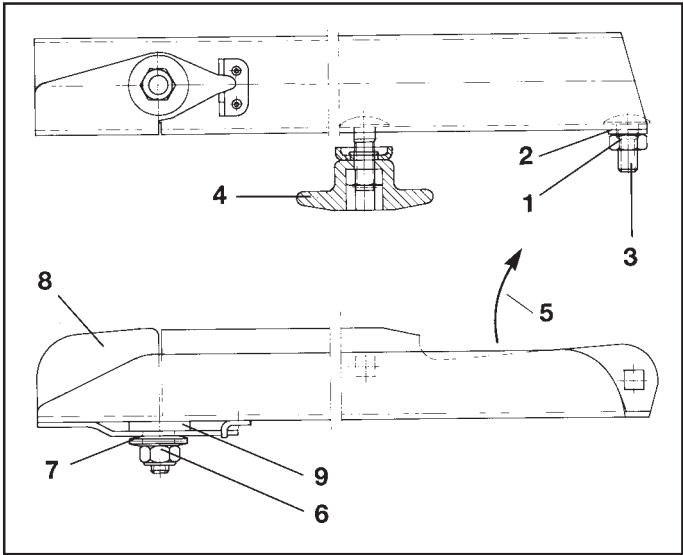

Рис. 9.3
- Отвинтите самотормозящую гайку (Рис. 9.3/1).
- Снимите подкладную шайбу (Рис. 9.3/2) и винт с полукруглой низкой головкой (Рис. 9.3/3).
- Отвинтите барашковую гайку (Рис. 9.3/4) и замените распределяющую лопасть.
- **Самотормозящую гайку (Рис. 9.3/1) затяните так, чтобы распределяющая лопасть могла перемещаться рукой.**
Следите за правильным монтажом распределяющих лопастей. Открытая сторона С-образной распределяющей лопасти должна быть обращена в направлении вращения (Рис. 9.3/5).
- Отвинтите самотормозящую гайку (латунь CuZn) (Рис. 9.3/6) и снимите вместе с тарельчатыми пружинами (Рис. 9.3/7).
- Замените поворотную пластину (Рис. 9.3/8).
Следите за пластмассовой шайбой (Рис. 9.3/9) между распределяющей лопастью и поворотной пластиной.
- Затяните самотормозящую гайку (Рис. 9.3/6) с моментом затяжки 6 - 7 Нм, так чтобы поворотная пластина могла проворачиваться рукой, но при эксплуатации не проворачивалась вверх самостоятельно.